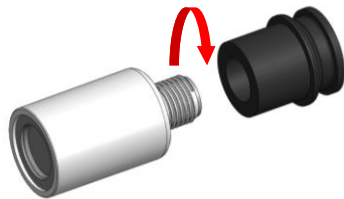

Рис. 5
5.3.5. При зарядании устройства патронами резьбовыми (рис. 5) необходимо вкрутить до упора патроны в соответствующие переходники и выполнить те же действия, что и со штатными БАМами.